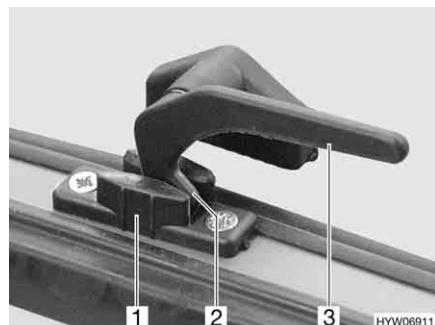

Fig. 44 Leva di serraggio (posizione "Aerazione continua")
- In posizione di "Aerazione continua" (Fig. 44)
- Ruotare tutte le leve di serraggio (Fig. 44,3) di un quarto di giro verso il centro della finestra.
- Girare nuovamente all'indietro tutte le leve di serraggio. Riportare contemporaneamente il nasello di chiusura (Fig. 44,2) nella rientranza della chiusura della finestra (Fig. 44,1).